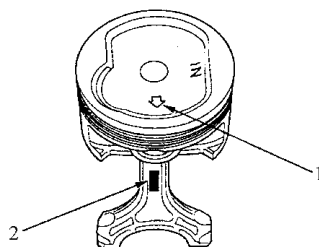

图 2-42 活塞和连杆安装标记
1) 如图 2-42 所示，安装活塞和连杆，箭头 1 和压花标记 2 要位于一侧。